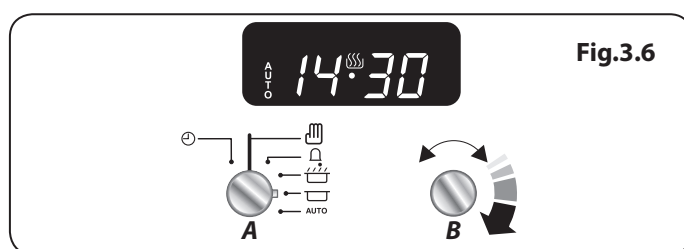

Fig.3.6
2. Tournez le bouton de Réglage (B) pour définir la durée de cuisson souhaitée. L'écran affiche l'heure en cours, plus la durée de cuisson supplémentaire que vous avez définie (**Fig.3.6**).